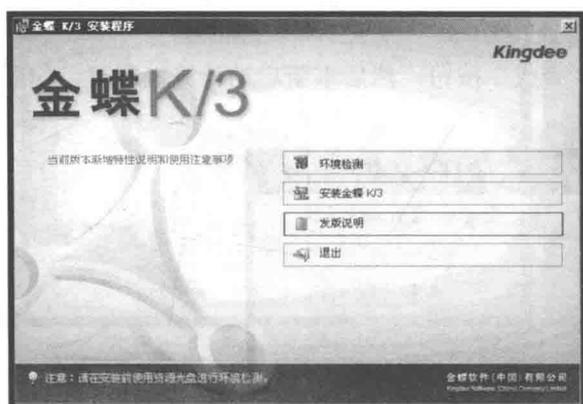

图 1-10 安装程序
(1) 放入 K/3 资源光盘,通过光盘自动运行功能或者手工运行光盘中的 setup.exe 文件来进行环境检测。
(2) 单击“环境检测”程序,如图 1-10 所示。